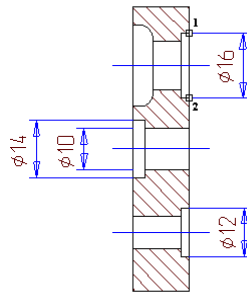

Рисунок 1.21 – Проставлення вертикальних розмірів
6. Таким же чином проставте інші вертикальні розміри (рис. 1.21).